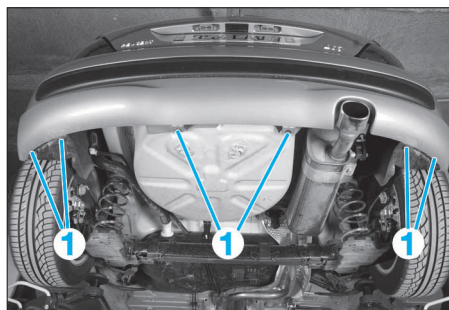

FIG. 99
- Sous le véhicule, déposer les vis (1) (Fig.99).